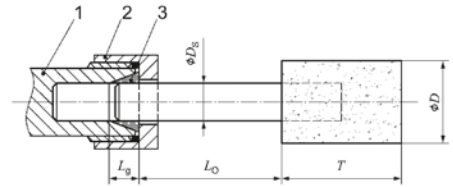

Bild 1: Einspannlänge von Spannfutter und Spannanzge
- Achten Sie darauf, dass die zulässige Drehzahl bei Kleinschleifkörpern aufgrund der Erhöhung der Länge des Schaftes zwischen dem Spannanzgenende und dem Kleinschleifkörper herabgesetzt werden muss (Überhang). Das Einhalten der minimalen Einspannlänge von 10 mm ist sicherzustellen. (Siehe Bild 1 und die Empfehlungen des Herstellers von Kleinschleifkörpern).